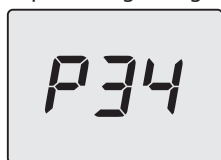

Figura 9.5
- Premere per 1 sec. il tasto 13 (Figura 5.75) per entrare nel parametro selezionato. Il display visualizzerà quanto segue (Figura 9.5).